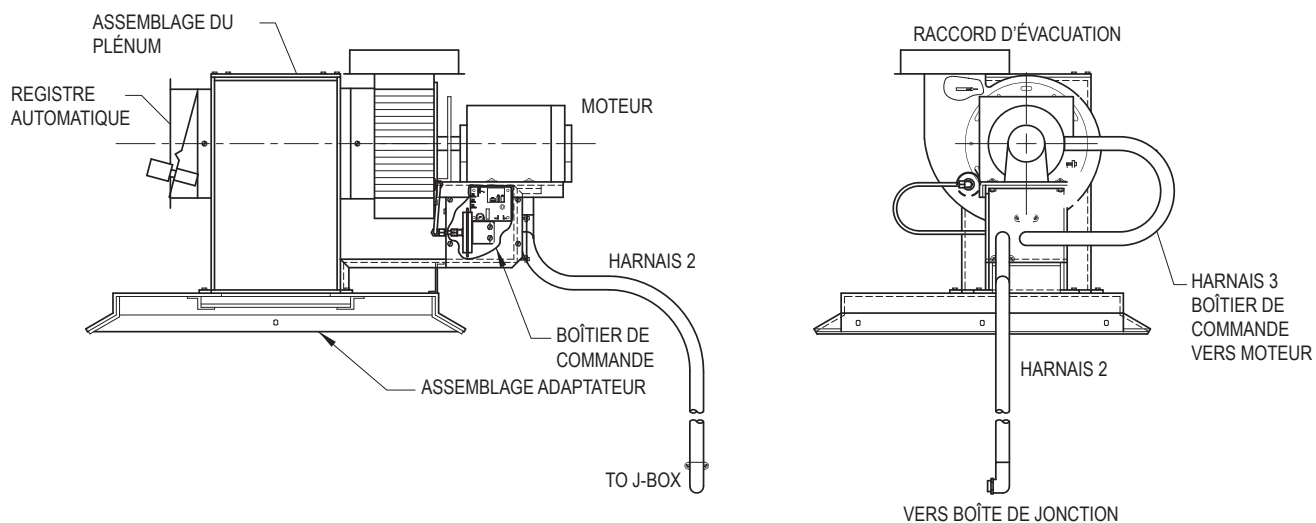

Figure 4. Raccordements, modèles 0514 à 0824
6. Disposez les harnais de câble sous conduite comme indiqué à la **Figure 4**.
Pour ces modèles, le ventilateur D-1 est installé au chantier, sur le dessus de la chaudière, directement au-dessus du coupe-tirage existant. La plaque adaptatrice est ancrée à la partie supérieure à l'aide des vis et du composé d'étanchéité fournis, voir **Figure 4**.